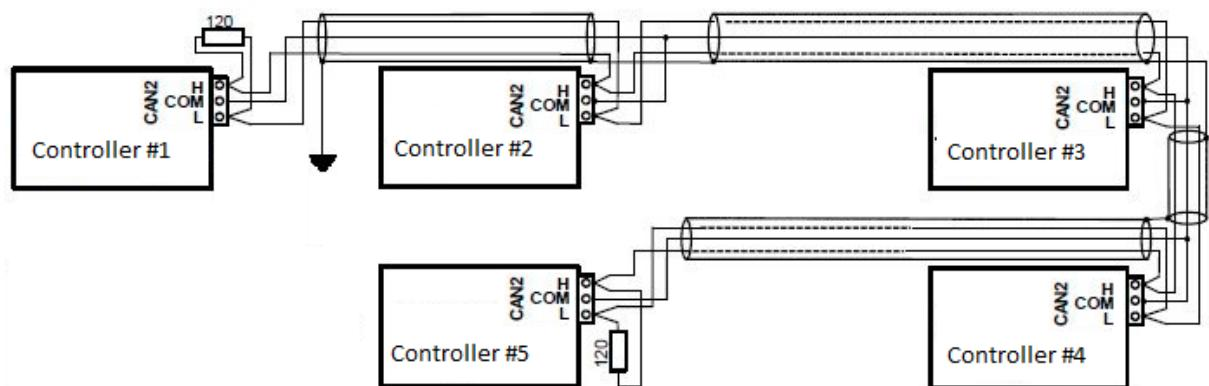

FIGURA 2 – DISTANCIAS MÁS LARGAS (CONEXIÓN ENTRE CUARTOS DENTRO DE UN MISMO EDIFICIO)
2. Para distancias más (conexión entre cuartos dentro de un mismo edificio) – figura 2